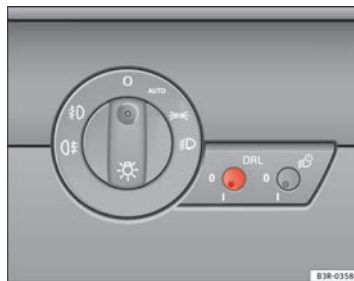

Fig. 90 Interruttore delle luci diurne
- Premere l'interruttore → pag. 127, fig. 90 per sbloccarlo.